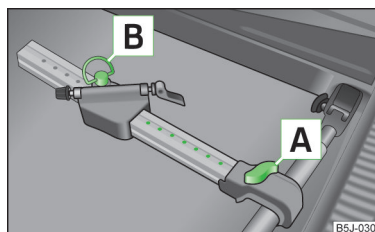

Fig. 58
- Extraer el tornillo **A** » fig. 58 un poco y deslizar el larguero (pieza de aluminio) hacia el travesaño hasta que el soporte encastre.
- Aflojar el tornillo **A** » fig. 58 de la página 66 y deslizar el portabicicletas junto con la bicicleta sujeta hacia la izquierda de modo de que el manillar no toque la ventanilla lateral del maletero.